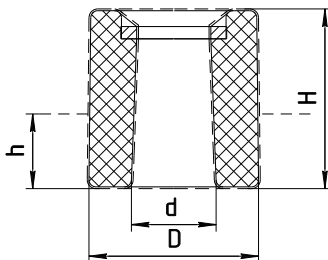

Рисунок 7
2.3.3 По умолчанию, (допускается не указывать в обозначении), ПМП комплектуются поплавком типа «D48x50xd21» (DxHxd – рисунок 7) из вспененного эбонита.